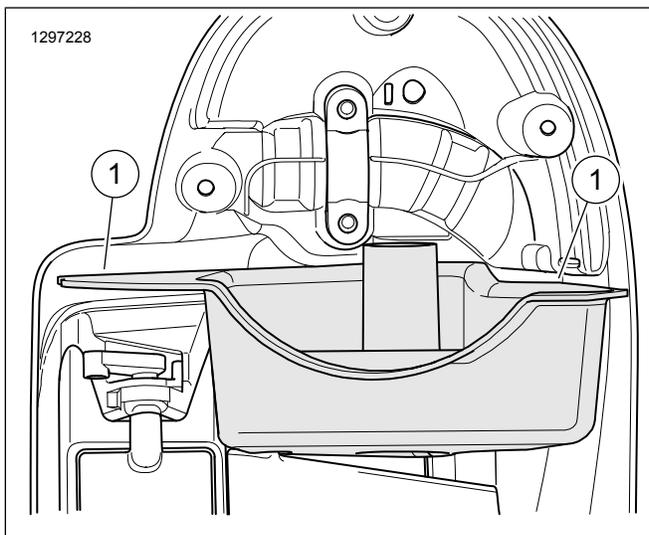

Figura 5. Superficie di accoppiamento della guarnizione della carenatura inferiore
5. Vedere Figura 5 Preparare la sede dell'altoparlante e il vassoio inferiore per l'installazione della guarnizione a tenuta. Pulire con una miscela di 50-70 per cento di alcool isopropilico e 50-30 per cento di acqua distillata.